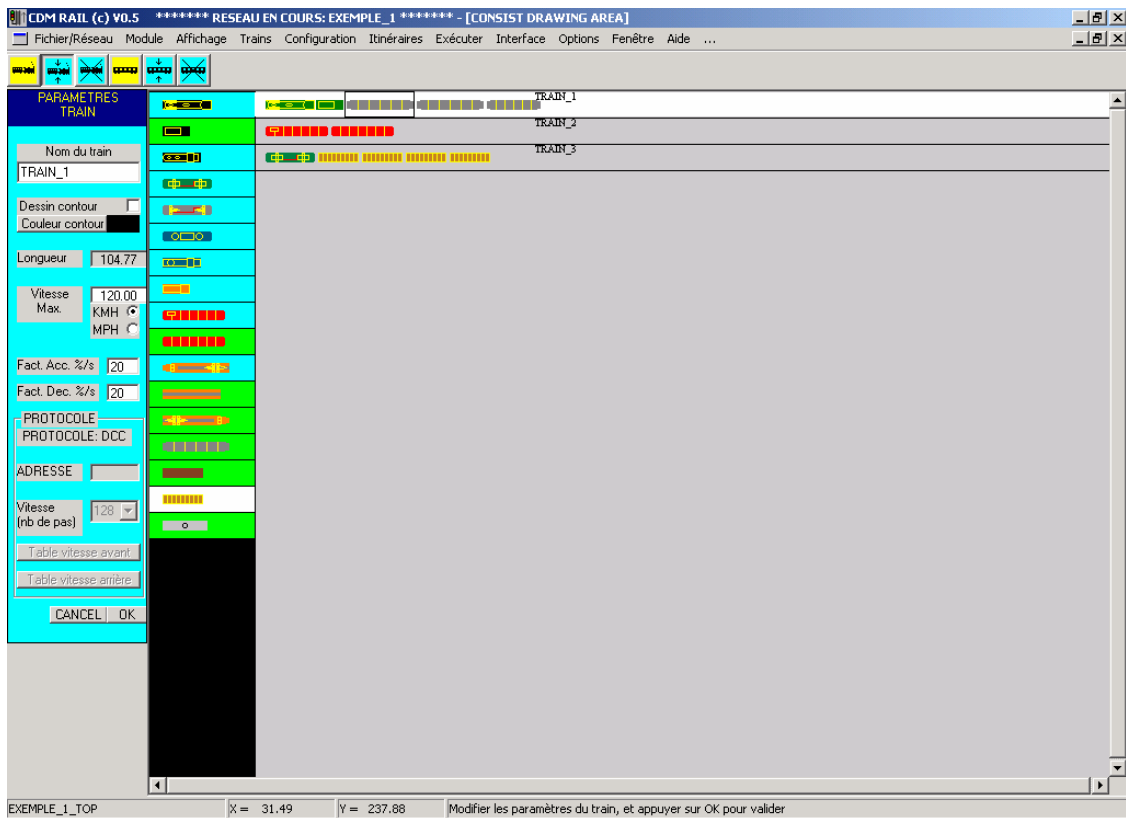

Figure 6-9 Modification du train TRAIN_1
- **Modification d'un train** (figure 6-9):